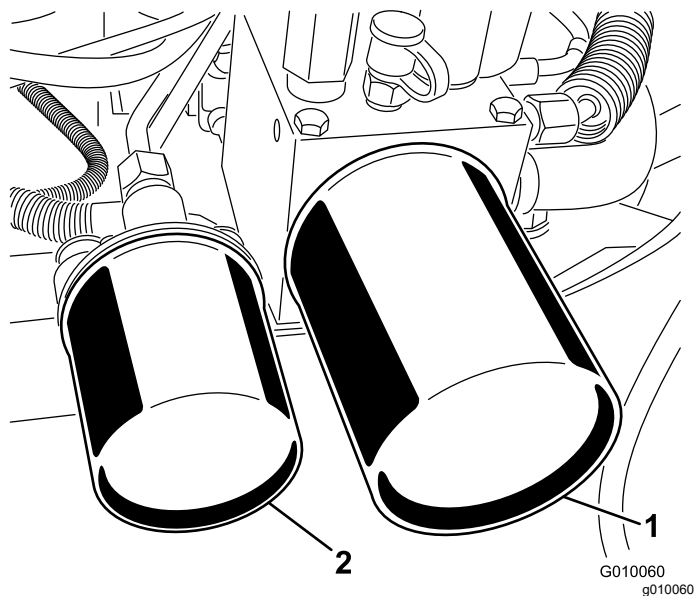

Figura 64
2. Coloque um recipiente de escoamento debaixo dos filtros, retire os filtros velhos e limpe a superfície da junta do adaptador do filtro (Figura 64).